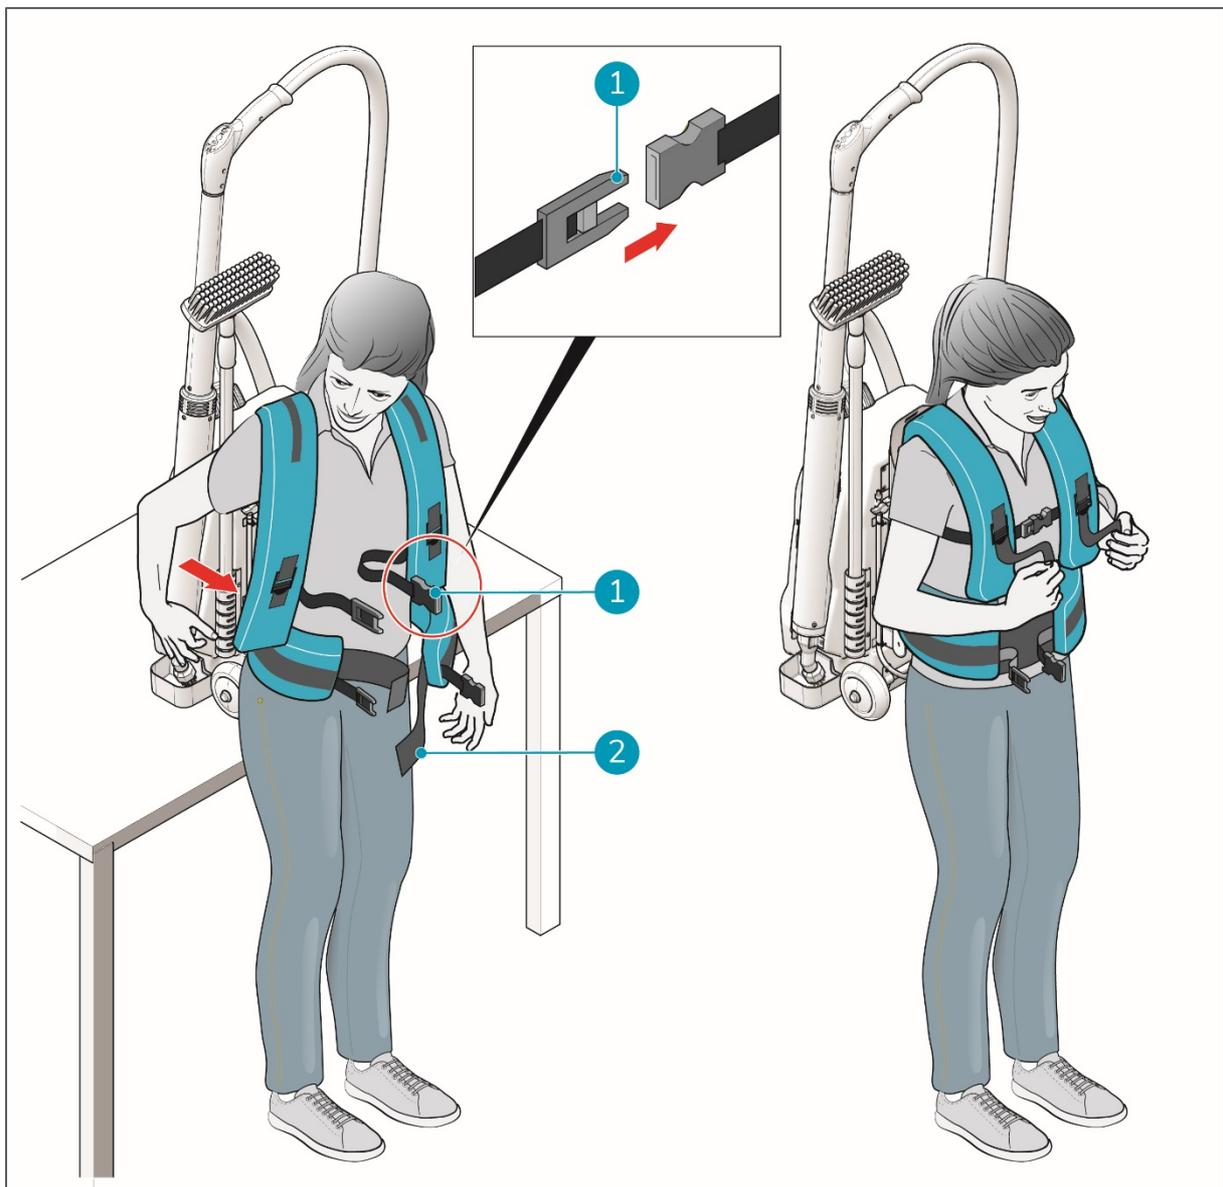

Figura 18
3. Alargue as correias (figura 18, posição 1) do arnês até ao respetivo tamanho máximo.
6. Ajuste o cinto (figura 18, posição 2) e as correias (figura 18, posição 1) até se sentir confortável.